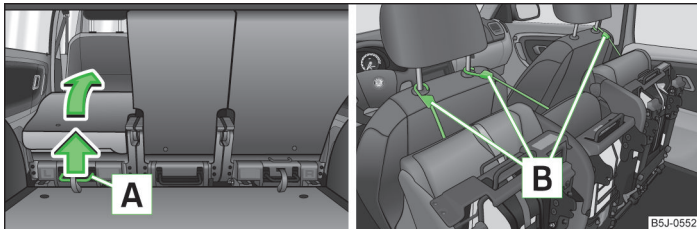

Abb. 39 Sitz komplett vorklappen / Vorgeklappte Sitze verriegeln
- Den Hebel **A** » Abb. 39 nach oben ziehen und danach den Sitz komplett vorklappen.
- Den Hebel **A** » Abb. 39 nach oben ziehen und den Sitz komplett vorklappen.
- Den vorgeklappten Sitz mithilfe des Befestigungsgurts **B** an einer Führungsstange der Kopfstütze des vorderen Sitzes verriegeln » Abb. 39.